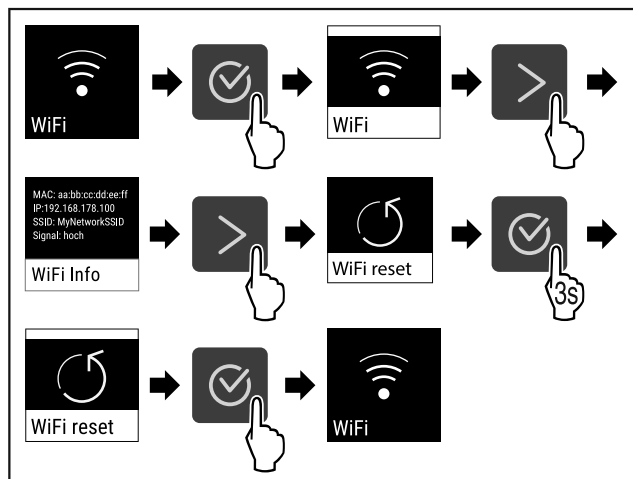

Fig. 78
- ▶ Провести етапи операцій (див. Fig. 78).